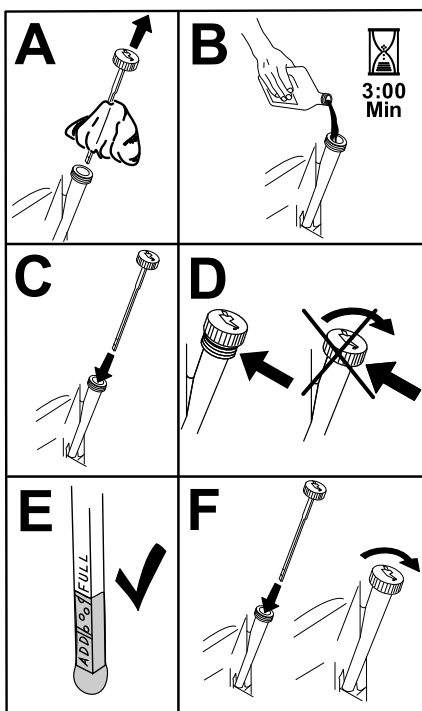

Figure 51
5. Versez lentement environ 80 % de l'huile spécifiée dans le tube de remplissage, puis faites l'appoint lentement jusqu'à ce que le niveau atteigne le repère maximum (**Full**) (Figure 51).